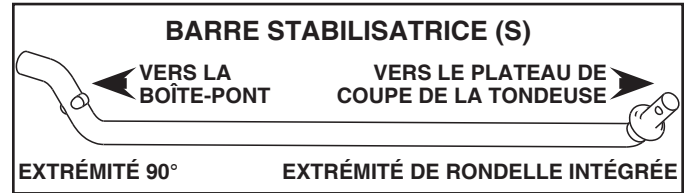

Fig. 27
5. LE CAS ÉCHÉANT, INSTALLER LA BARRE STABILISATRICE (S). (Voir la Fig. 27 - 29)